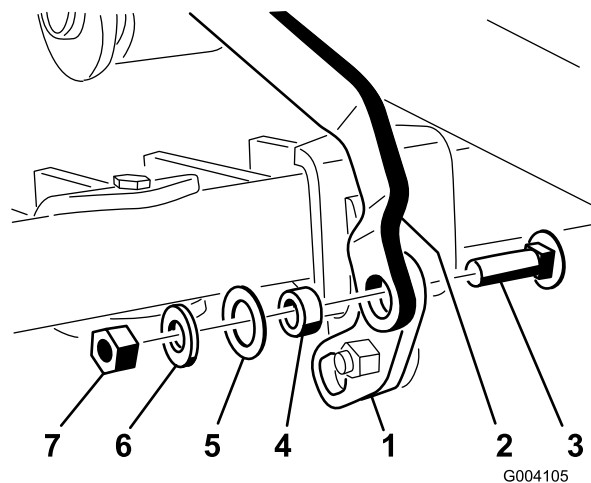

Рисунок 16
5. Отведя отогнутое колено узла педали подъема вверх, закрепите квадратное отверстие шарнирной планки на конце звена навесного бруса, используя каретный болт (3/8 x 1-1/4 дюйма), проставку, шайбу (1 дюйм), шайбу (13/16 дюйма и контргайку (3/8 дюйма), как показано на Рисунок 16.
6. Пропустите эксцентриковый болт через нижнее отверстие шарнирной планки и шарнирный кронштейн и закрепите с помощью контргайки (5/16 дюйма) (рис. 16).